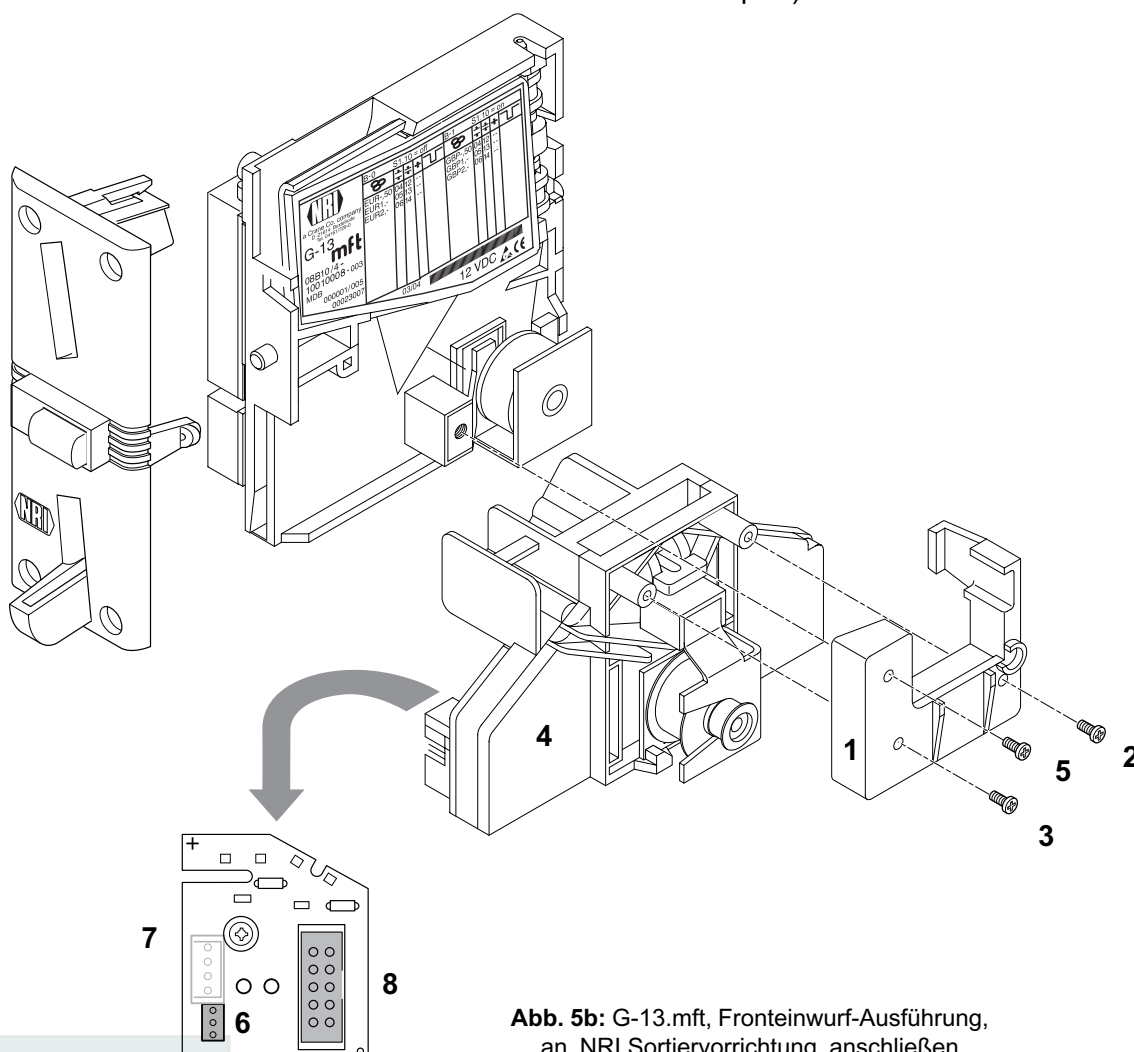

Abb. 5b: G-13.mft, Fronteinwurf-Ausführung, an NRI Sortiervorrichtung anschließen
- 1** Halteplatte **1** ggf. mit den zwei Schrauben **2** und **3** an Sortiervorrichtung **4** befestigen (s. Abb. 5b).